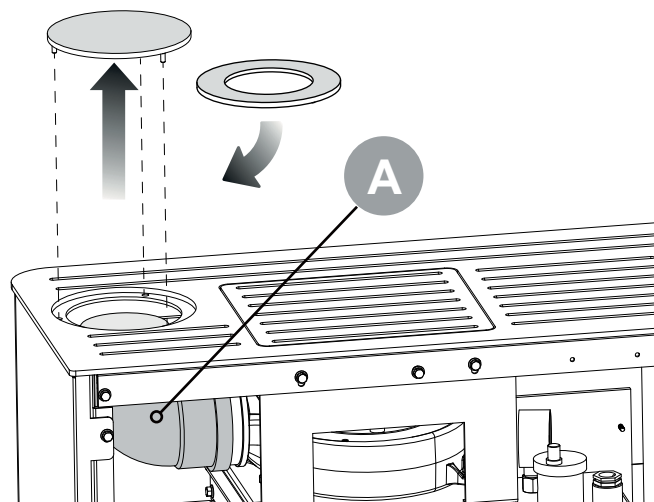

fig. 5.11
Instalacja musi być obowiązkowo wyposażona w uziemienie i wyłącznik różnicowoprądowy, zgodnie z obowiązującymi przepisami (rys. 5.11).
5.7.3 Podłączenie do wylotu spalin (rys. 5.11)
Można podłączyć piec do systemu dymowego, z tyłu lub u góry przekręcając kolanko wylotowe (rys. 5.11 -A-). Zaleca się przymocowanie kolanka do wentylatora za pomocą śruby (5.13 r/s).